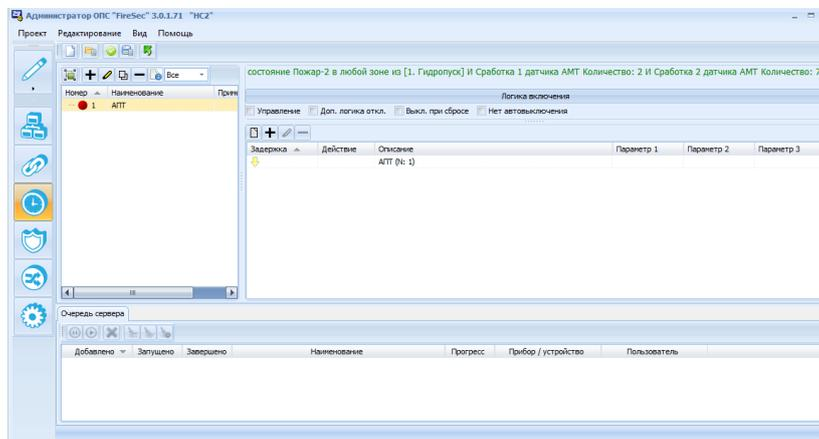

Рисунок 20.16 Сценарий АПТ в окне вкладки
- нажать кнопку  в правом поле окна вкладки (Рисунок 20.16),